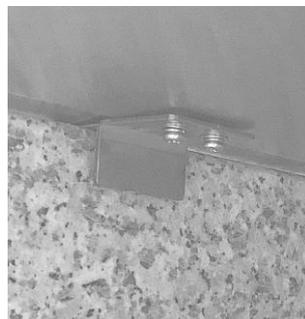

Fig. 2
2. Insérer les vitres arrière, gauche et droite dans les attaches de vitre assemblées (figures 2, 4, 6). Veiller à ce que les orifices se trouvent dans les parties supérieures des vitres.